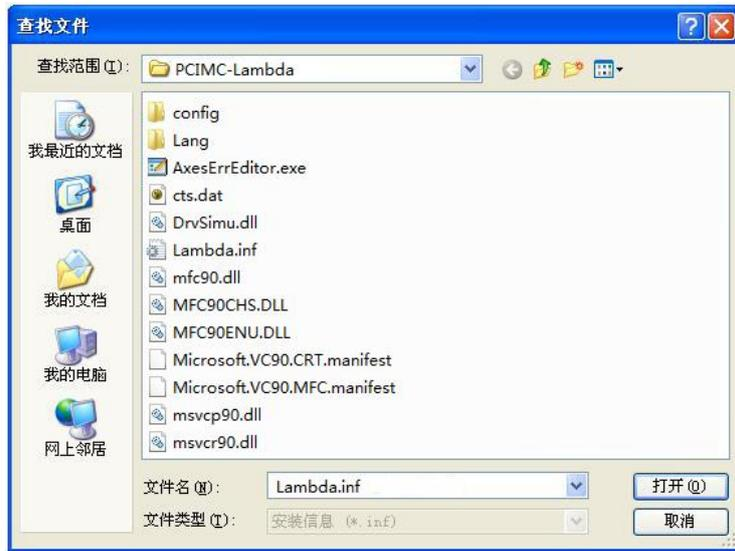

图 2-11 选择所需硬件驱动程序
- 5) 点击【浏览】按钮，在新出现的对话框里选择所使用的驱动程序，路径：C:\Program Files\Naiky\PCIMC-Lambda 如图 2-11 所示：